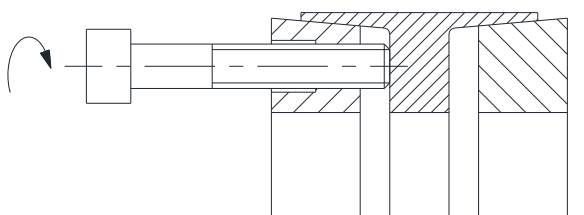

Bild 6: Fixieren des vorderen Druckringes
- Für eine einfachere Montage fixieren Sie den vorderen und hinteren Druckring mit jeweils zwei Spannschrauben über die Abdrückgewinde (siehe Bild 6 und 7). Setzen Sie anschließend den Spannsatz KTR 400 zwischen Welle und Nabe ein.